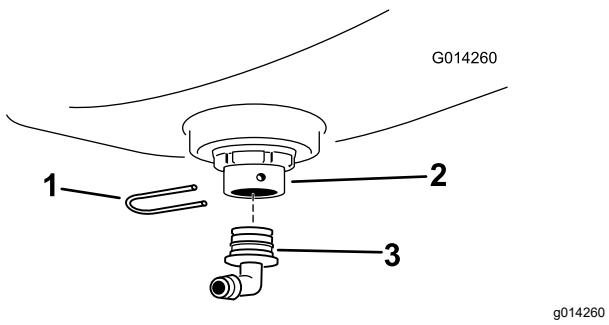

Bild 12
- G. Stecken Sie ein 90°-Winkelstück mit Widerhaken auf die Schottverschraubung, und befestigen Sie das Winkelstück mit Widerhaken mit einem Arretierbügel (Bild 12).